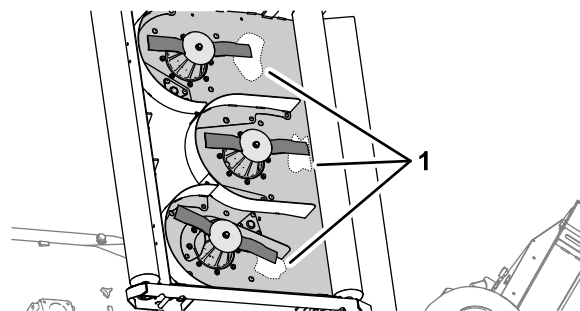

Figura 71
2. Pulite la parte inferiore del piatto di taglio nell'area adiacente al tagliente nella parte posteriore della lama (Figura 71).